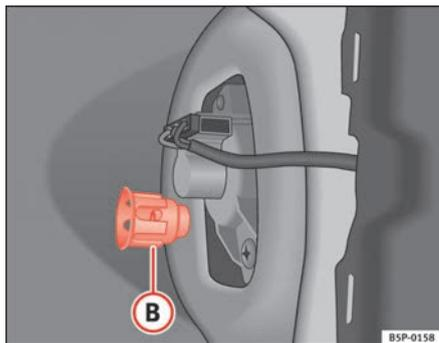

Fig. 191 Feu de position/feu de stop
- Dévissez la pièce en plastique ⇒ fig. 191 B qui fixe le feu. Pour commencer à la dévisser, il peut être nécessaire d'insérer un tournevis dans cette pièce.